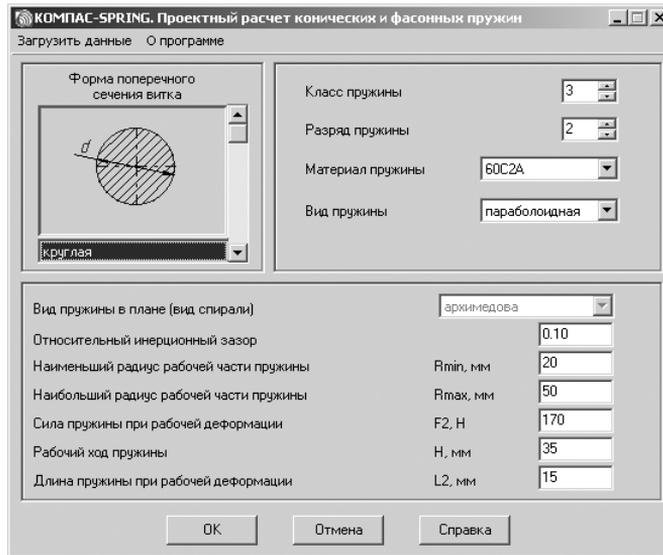

Рис. 4.72. Главное окно системы **КОМПАС-SPRING. Проектный расчет конических и фасонных пружин**
- щелкните в главном окне системы **Проектирование конических и фасонных пружин** по кнопке **Проектный расчет**. Появится главное окно системы **КОМПАС-SPRING. Проектный конических и фасонных пружин**, представленное на рис. 4.72.
*Первый способ – непосредственный ввод исходных данных в поля главного окна системы **КОМПАС-SPRING. Проектный расчет конических и фасонных пружин**. Введите нужные вам значения проектируемой пружины, например те, которые представлены на рис. 4.72.*